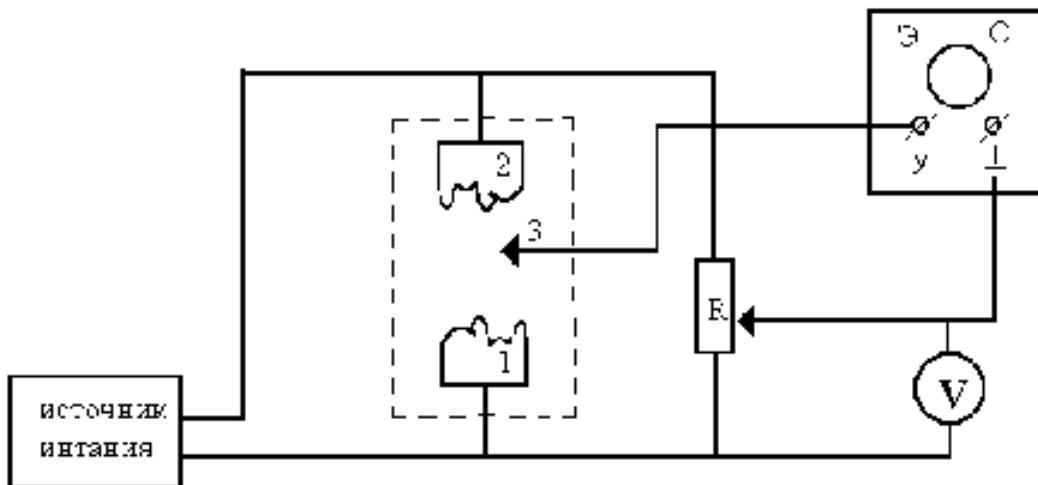

Рис. 1 Схеме экспериментальной установки
2. Собрать схему в соответствии с рис. 1.
7. Найти напряжённость поля по формуле (1), измерив, наименьшее расстояние между двумя ближайшими эквипотенциальными линиями, в области которых поле можно считать однородным.